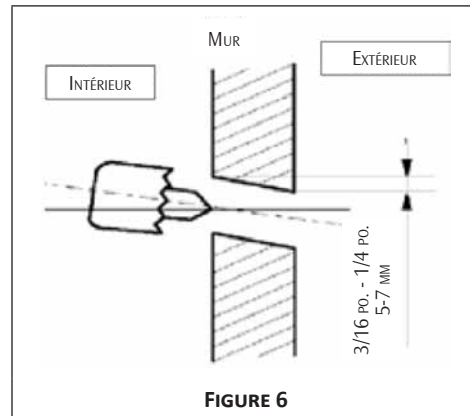

FIGURE 6
5. Le tuyau d'évacuation doit être installé avec une légère inclinaison vers le bas. (Voir Figure 6).